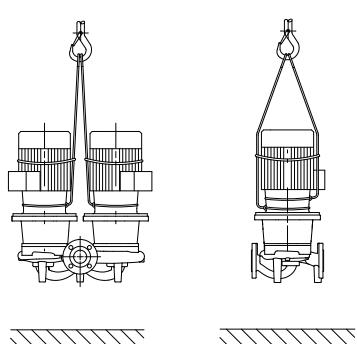

Fig. 7: Fixação da bomba
- Os olhais de transporte no motor servem para guiar o suporte da carga (Fig. 7).**